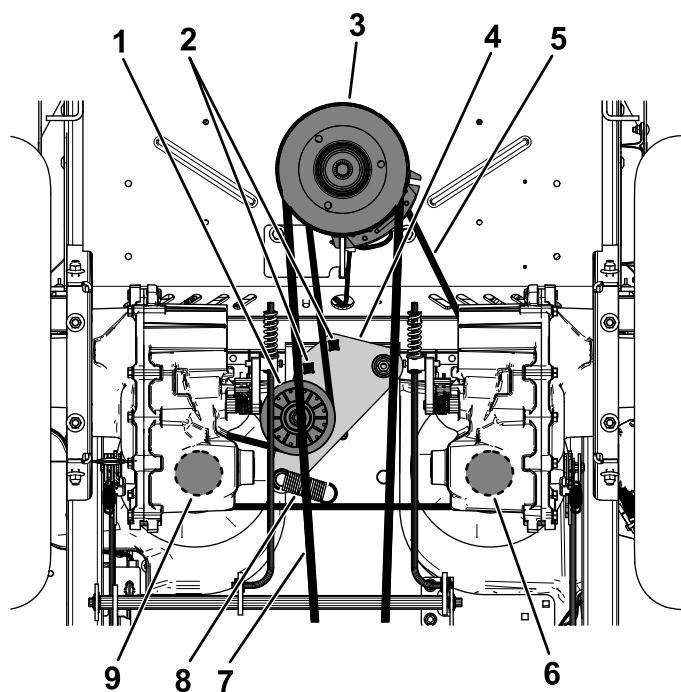

Figura 76
5. Utilice una llave de carraca de $\frac{1}{2}$ " o similar en uno de los taladros cuadrados del brazo tensor para aliviar la tensión del muelle tensor (Figura 76).
6. Retire la correa existente de la polea tensora, de las 2 poleas de transmisión de la bomba hidráulica y de la polea del motor (Figura 76).
7. Instale la correa nueva alrededor de la polea tensora, la polea del motor y de las 2 poleas de la bomba hidráulica (Figura 76).